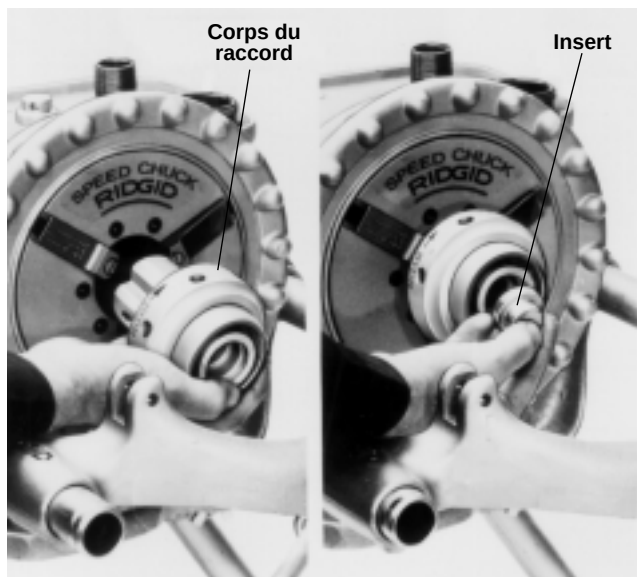

Figure 23 – Installation du corps du raccord et de l'insert
3. Placez le corps du raccord (Figure 23) dans le mandrin du système d'entraînement en accrochant les rainures des mors. Serrez le mandrin en tournant le volant par à coups à plusieurs reprises.
4. Positionnez l'insert (Figure 23) avec sa petite extrémité vers le mandrin pour les tuyaux de $\frac{1}{8}$ à $\frac{3}{4}$ po, et avec sa grande extrémité vers le mandrin pour les tuyaux de 1 po; aucun insert n'est nécessaire pour les tuyaux de $1\frac{1}{4}$ po et plus.